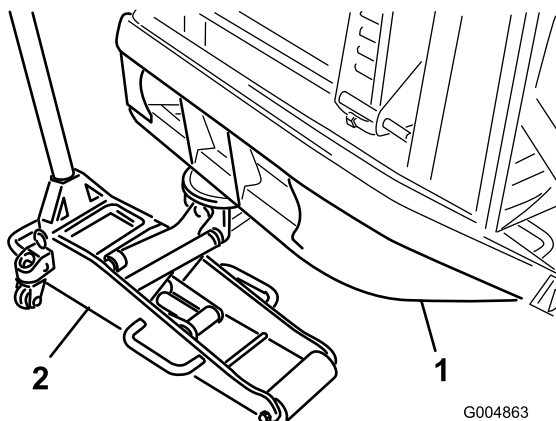

図 94
5. 後部バンパーチューブの下に適当なジャッキをセットし、後タイヤが床から浮き上がるまで車体後部を持ち上げる 図 94。